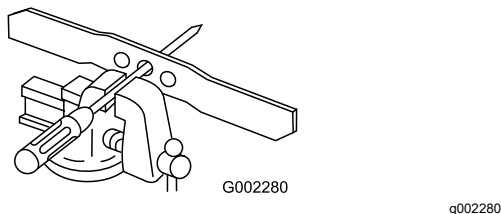

Рисунок 27
1. Проверьте балансировку ножа, поместив центральное отверстие в нож поверх гвоздя или стержня отвертки, зажатых горизонтально в тисках (Рисунок 27).